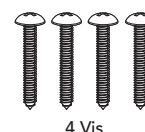

FIGURE 5B
5. Fixez le tiroir à l'aide des 4 vis fournies. Consultez la FIGURE 5B.